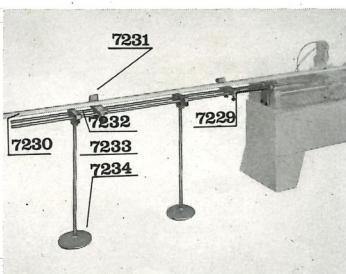

Fig. 4
- SUPPORTI LATERALI (Fig. 4) - Detti supporti possono essere composti secondo l'esigenza coi vari componenti (7229 - 7230 - 7231 - 7232 - 7233 - 7234)
— Supports latéraux - (Fig. 4) - Ces supports peuvent être composés selon l'exigence avec les différents composants (7229 - 7230 - 7231 - 7232 - 7233 - 7234)
— Lateral supports (Fig. 4) - These supports can be assembled according to the specific necessity with the various components (7229 - 7230 - 7231 - 7232 - 7233 - 7234).